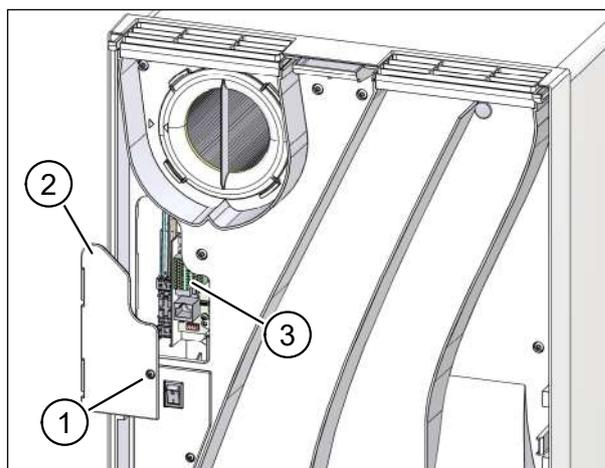

Fig. 26 : Démontez le couvercle du système électronique
- ▶ En vous aidant du tournevis, dévissez la vis Torx (pos. 1 dans Fig. 26) sur le couvercle du système électronique (pos. 2 dans Fig. 26).
- ▶ Enlevez le couvercle du système électronique, pour pouvoir accéder à la carte de raccordement (pos. 3 dans Fig. 26).